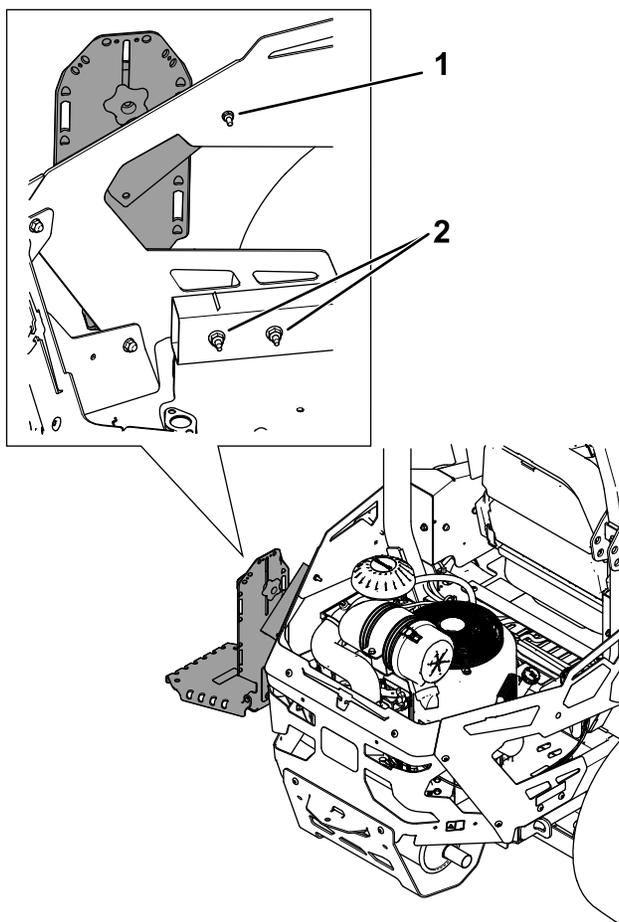
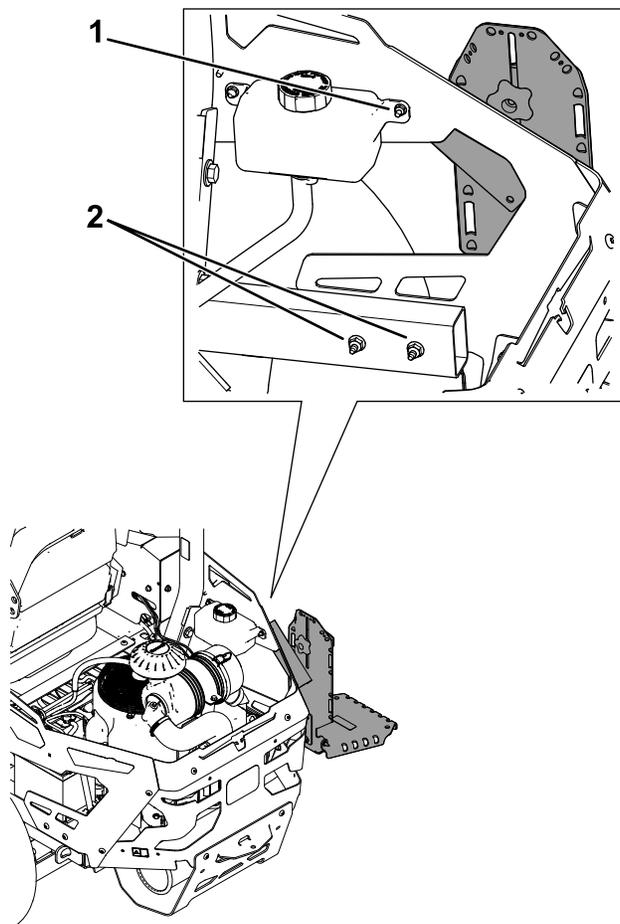

Рисунок 3
Рисунок 4
1. Закрепите монтажный узел на боковой задней защите с помощью 1 каретного болта ($\frac{1}{4}$ x 1 дюйм) и 1 гайки ($\frac{1}{4}$ дюйма), как показано на Рисунок 3 или Рисунок 4.
2. Прикрепите нижнюю часть основного кронштейна к защите двигателя с помощью 2 болтов ($\frac{5}{16}$ x 3 дюйма) и 2 гаек ($\frac{5}{16}$ дюйма), как показано на Рисунок 3 или Рисунок 4.